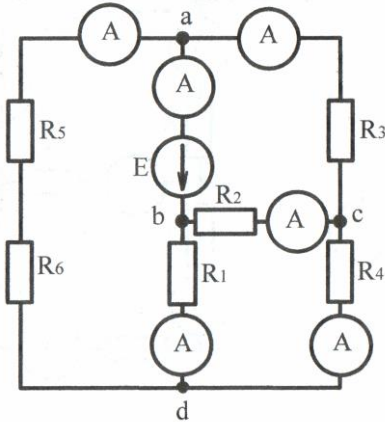

Рис. 4.1
- 3.1. Начертить схему электрической цепи, которую рассчитывали в индивидуальном задании 1.1, включив в каждую ветвь по одному амперметру (в качестве примера на рис. 4.1 приведена аналогичная схема);
1. Из комплекта измерительных приборов и резисторов, имеющихся на лабораторном стенде, выбрать необходимые (одного из членов бригады) для сборки электрической цепи. Номера выбранных амперметров занести в табл. 3 и обозначить на схеме (рис. 4.1).
2. Собрать цепь (рис. 4.1) с параметрами одного из членов бригады. При сборке цепи необходимо использовать узлы *a, b, c, d*, имеющиеся на лабораторном стенде.